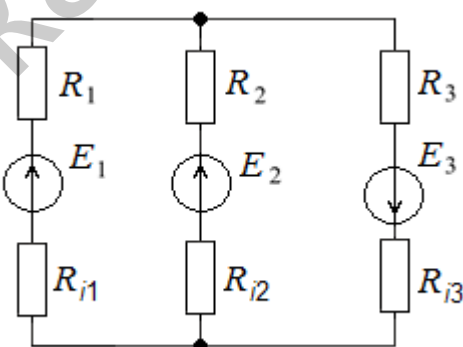

Рис. 132
65. В схеме (рис. 132) методом эквивалентного генератора определить ток I_3 , если $E_1 = 60$ В; $R_{i1} = 2$ Ом; $E_2 = 10$ В; $R_{i2} = 1$ Ом; $E_3 = 40$ В; $R_{i3} = 1$ Ом; $R_1 = 198$ Ом; $R_2 = 99$ Ом; $R_3 = 19$ Ом.